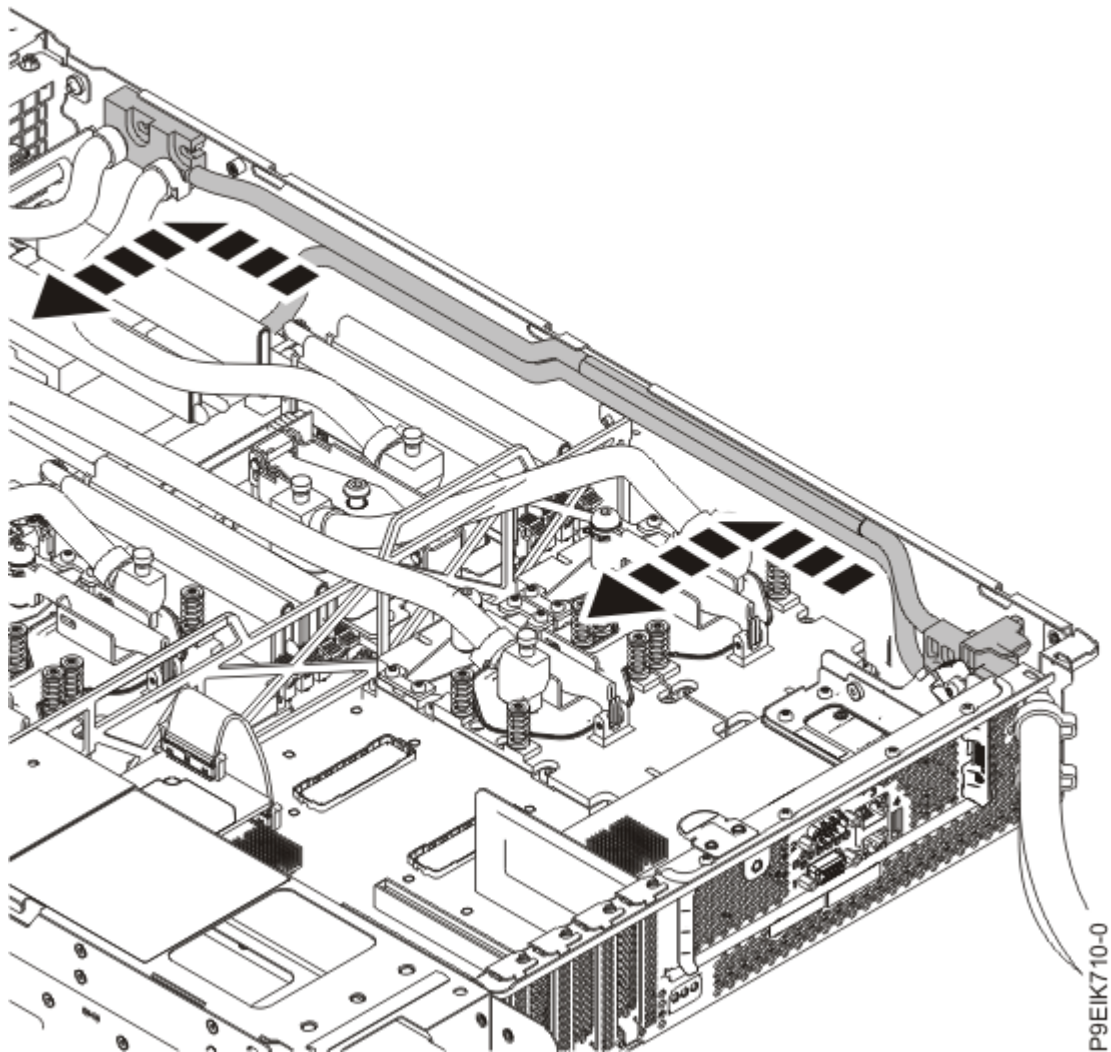

Figure 11. Desserrage des conduites latérales
8. Dégagez les conduites latérales et inclinez-les légèrement depuis le côté du système, comme illustré dans la Figure 11, à la page 15.